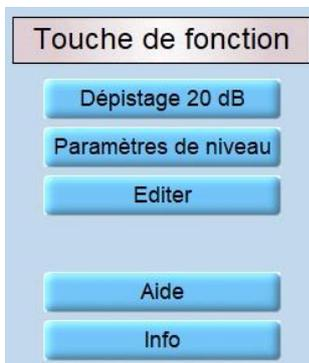

Figure 60
**Info** : Affiche des informations telles que le numéro de série et la version du logiciel (Figure 60).